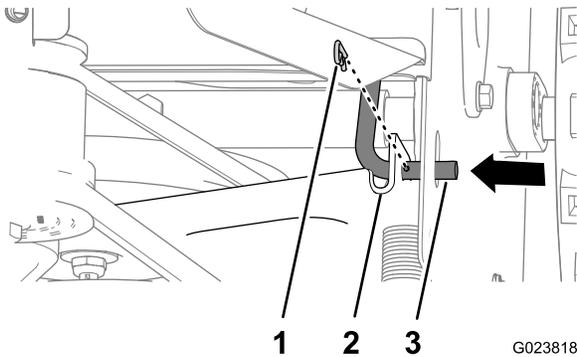

Figura 40
- Retire la chaveta de la varilla de control de tracción (Figura 40).
- Retire la varilla de control de tracción del soporte del control de tracción moviendo la varilla hacia dentro (Figura 40).
- Mueva el soporte del control de tracción hacia atrás y alinee el taladro del soporte con la varilla de control de tracción (Figura 40).
- Pase la varilla por el soporte y sujete la varilla con la chaveta (Figura 40).